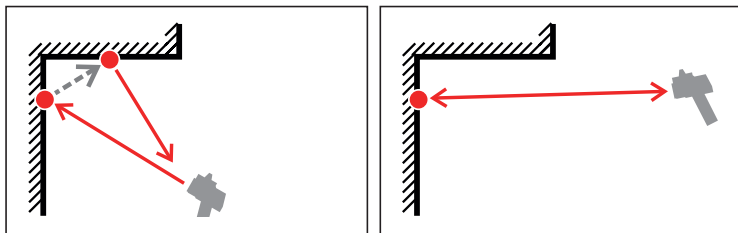

Fig. 15 : Source d'erreur lors de la mesure (3)
- Le faisceau laser génère plusieurs points de réflexion sur la surface de réflexion, par exemple pour les surfaces incurvées ou dans les coins (fig. 15).